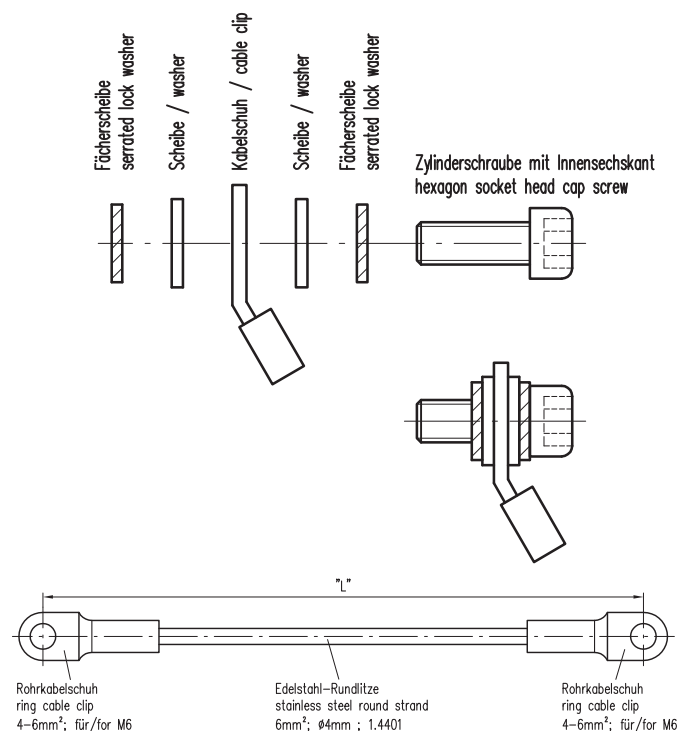

Abb. 3
- Um die Betriebssicherheit an blitzschlaggefährdeten Orten zu verbessern, empfehlen wir eine Erdung des Sensors mit der integrierten Erdungsschraube des rain[e]. In der Skizze (Abb. 3) sind die Schritte zum Installieren der Erdung mit einem Kabelschuh und einer Erdungsschraube am Sensor dargestellt. Das andere Ende des Erdungskabel sollte mit einem Erdnagel verbunden werden.